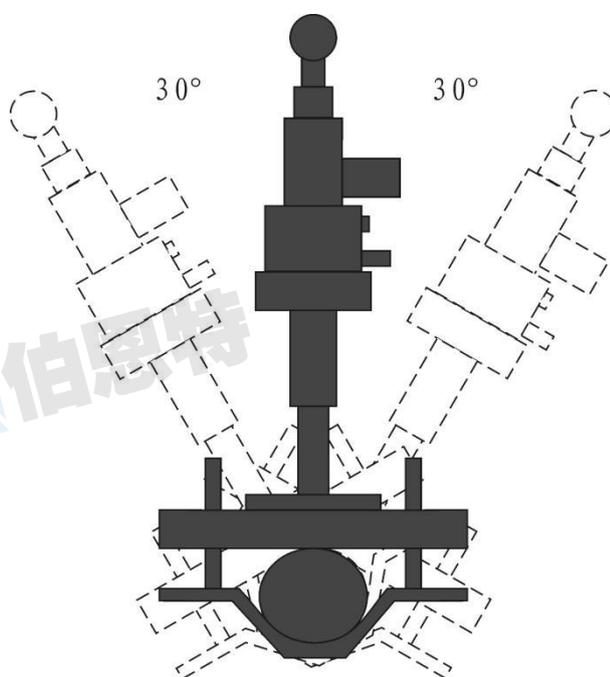

图 2
4. 一般刺扎电缆应选择三个不同的位置刺扎, 各点最好相距 30 度角; 使用双枪刺扎时, 两把枪固定位置应偏转 30 度—40 度角 (图 2);